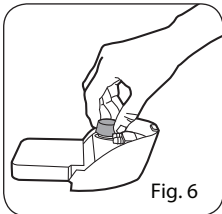

Fig. 6
2. Dévisser le bouchon de la partie supérieure du réservoir d'eau (Fig. 6).
4. Remettre en place le bouchon et le revisser à fond (Fig. 6).